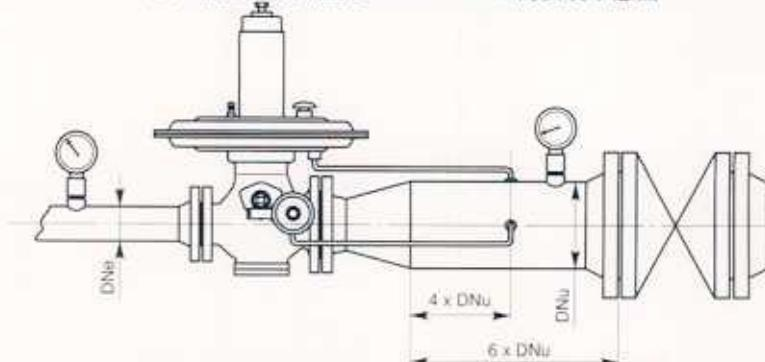

图 5 调压器的口径为 DN80 – DN100 的安装示意图
从出口压力与流量对照表可迅速查出调压器工作范围内的流量需求，如果流量需求大于调压器工作范围，则应加装一个扩张锥，控制管连接在锥体以外。（见图 5）
- 对于外接感压管的调压器，感压器必须连接在下游。（图 5）
- 对于内置感压器的情况，在安装调压器至管线上之前，先连接感压管，如果所需值超过出口压力与流量对照表，调压器需在外部连接感压管。（见图 5）。